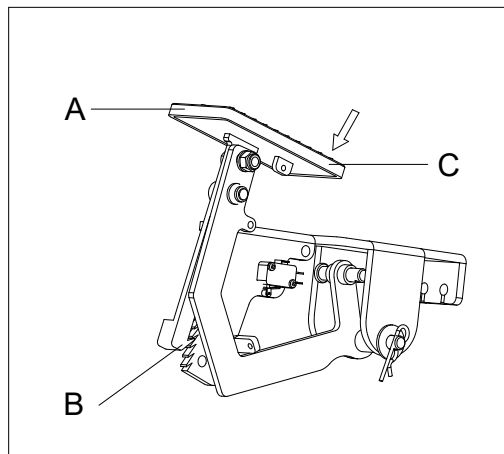

Рис. 11
1. Включите стояночный тормоз, нажав на переднюю часть педали (А, рис. 11) и включив рычаг (В, рис. 11).
2. Выключите стояночный тормоз, нажав на заднюю часть педали (С, рис. 11) и отпустив ее.